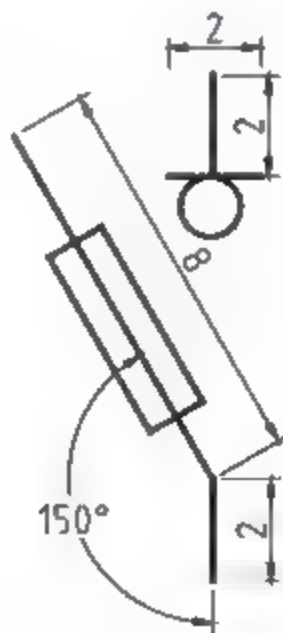

图5-70 创建角度标注
**02** 在【默认】选项卡中, 单击【注释】面板中的【角度】按钮, 标注熔断式隔离开关的角度尺寸, 如图5-70所示。命令行提示如下。